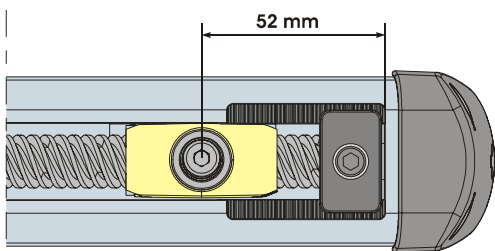
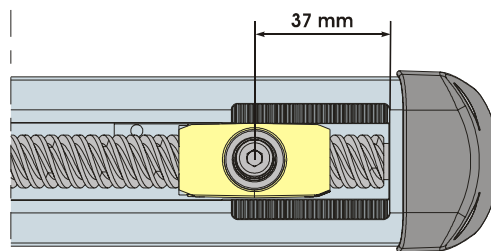

Fig. 9
Fig. 10
3) Verificare che l'attacco anteriore si trovi nella posizione indicata in Fig.9 (con l'arresto meccanico in chiusura) o in Fig.10 (senza l'arresto meccanico in chiusura). Nel caso questo non si verifichi per portare in posizione l'attacco è necessario alimentare momentaneamente l'operatore.